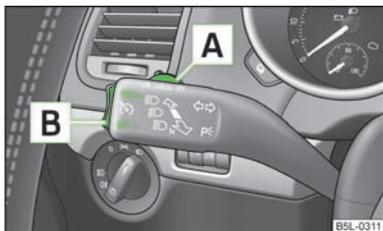

Fig. 104
- Pousser le commutateur **A** > fig. 104 sur la position **ON**.
- Pousser le bouton à bascule **B** > fig. 104 dans la position **RES**.
Le régulateur de vitesse se **désactive temporairement** si vous poussez le commutateur **A** » fig. 104 dans la position **CANCEL** ou enfoncez la pédale de frein ou d'embrayage.
➤ Poussez le commutateur **A** » fig. 104 vers la droite sur la position **OFF**.